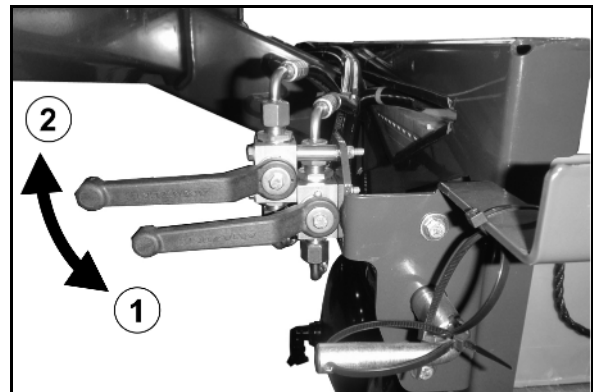

Bild 26
- Öppna kranarna på hydraulblocket (Bild 26/1)
- Stäng kranarna (Bild 26/2):